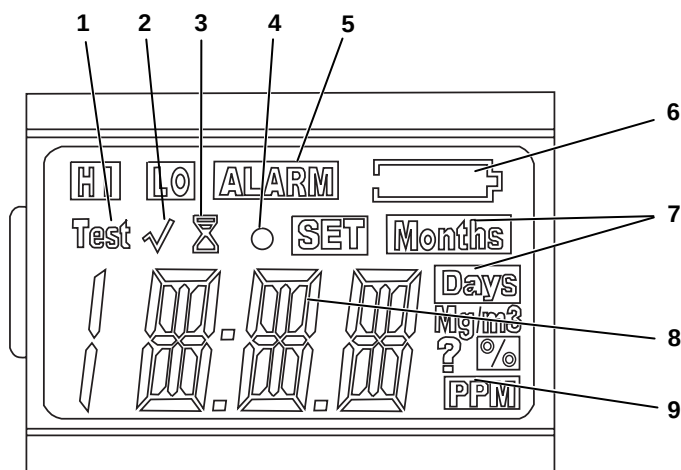

Fig. 2 Display
- så lenge som indikatoren for batterivarsel (Pos. 6 i Fig. 2) ikke vises **og**